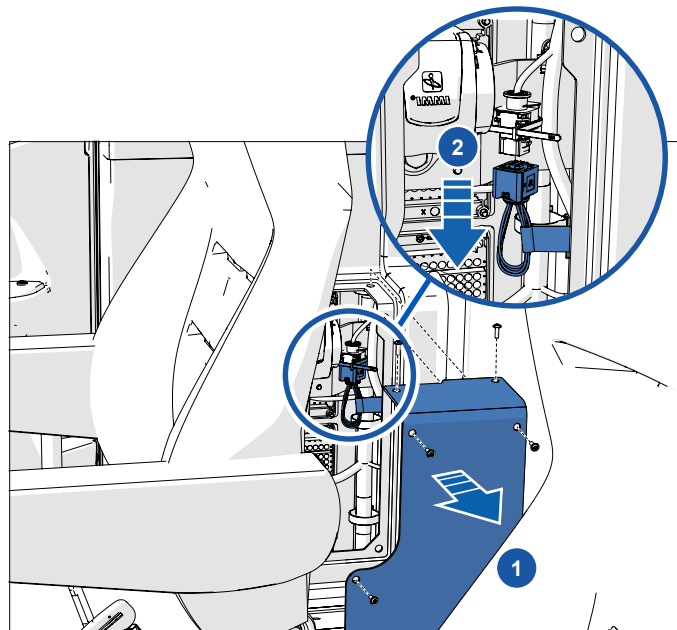

Figure 35 - Connecteur de sécurité de la suspension
4. Retirez le connecteur de sécurité de la suspension hydraulique, qui se trouve derrière un panneau d'accès derrière le siège du passager (**Figure 35**).